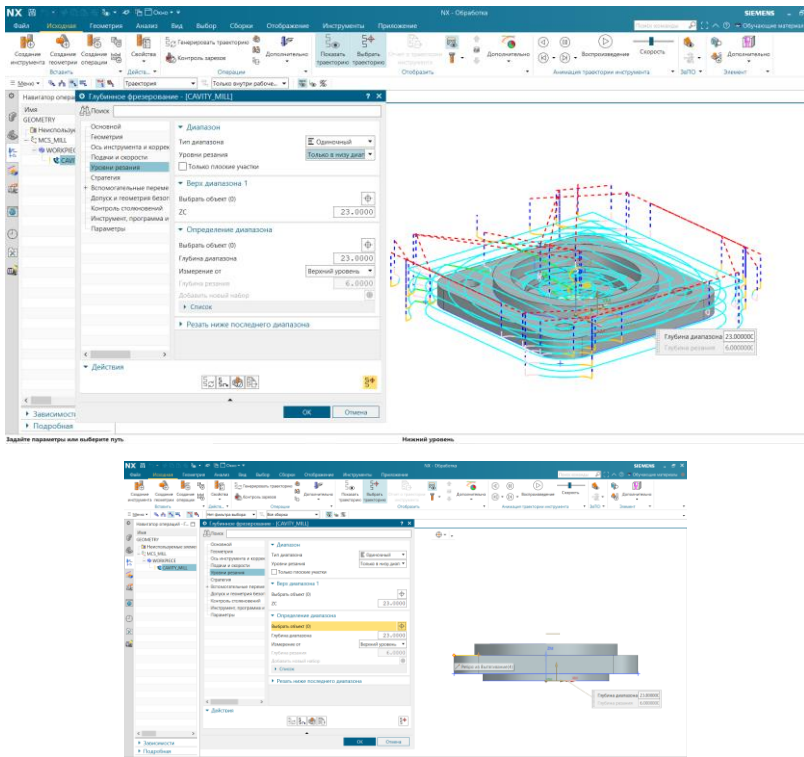

Рисунок 1.18 – Завдання параметрів у діалоговому вікні «Уровни резания»
Перемкніть тип діапазону на «Одиночный» (1), рівні різання «Только в низу диапазона» (2), включіть можливість прив'язки до точки на кривій (3) і вкажіть точку на ребрі, як показано на рис. 1.18 (4). Натисніть ОК в діалоговому вікні рівнів і Генерувати в основному діалоговому вікні операції.